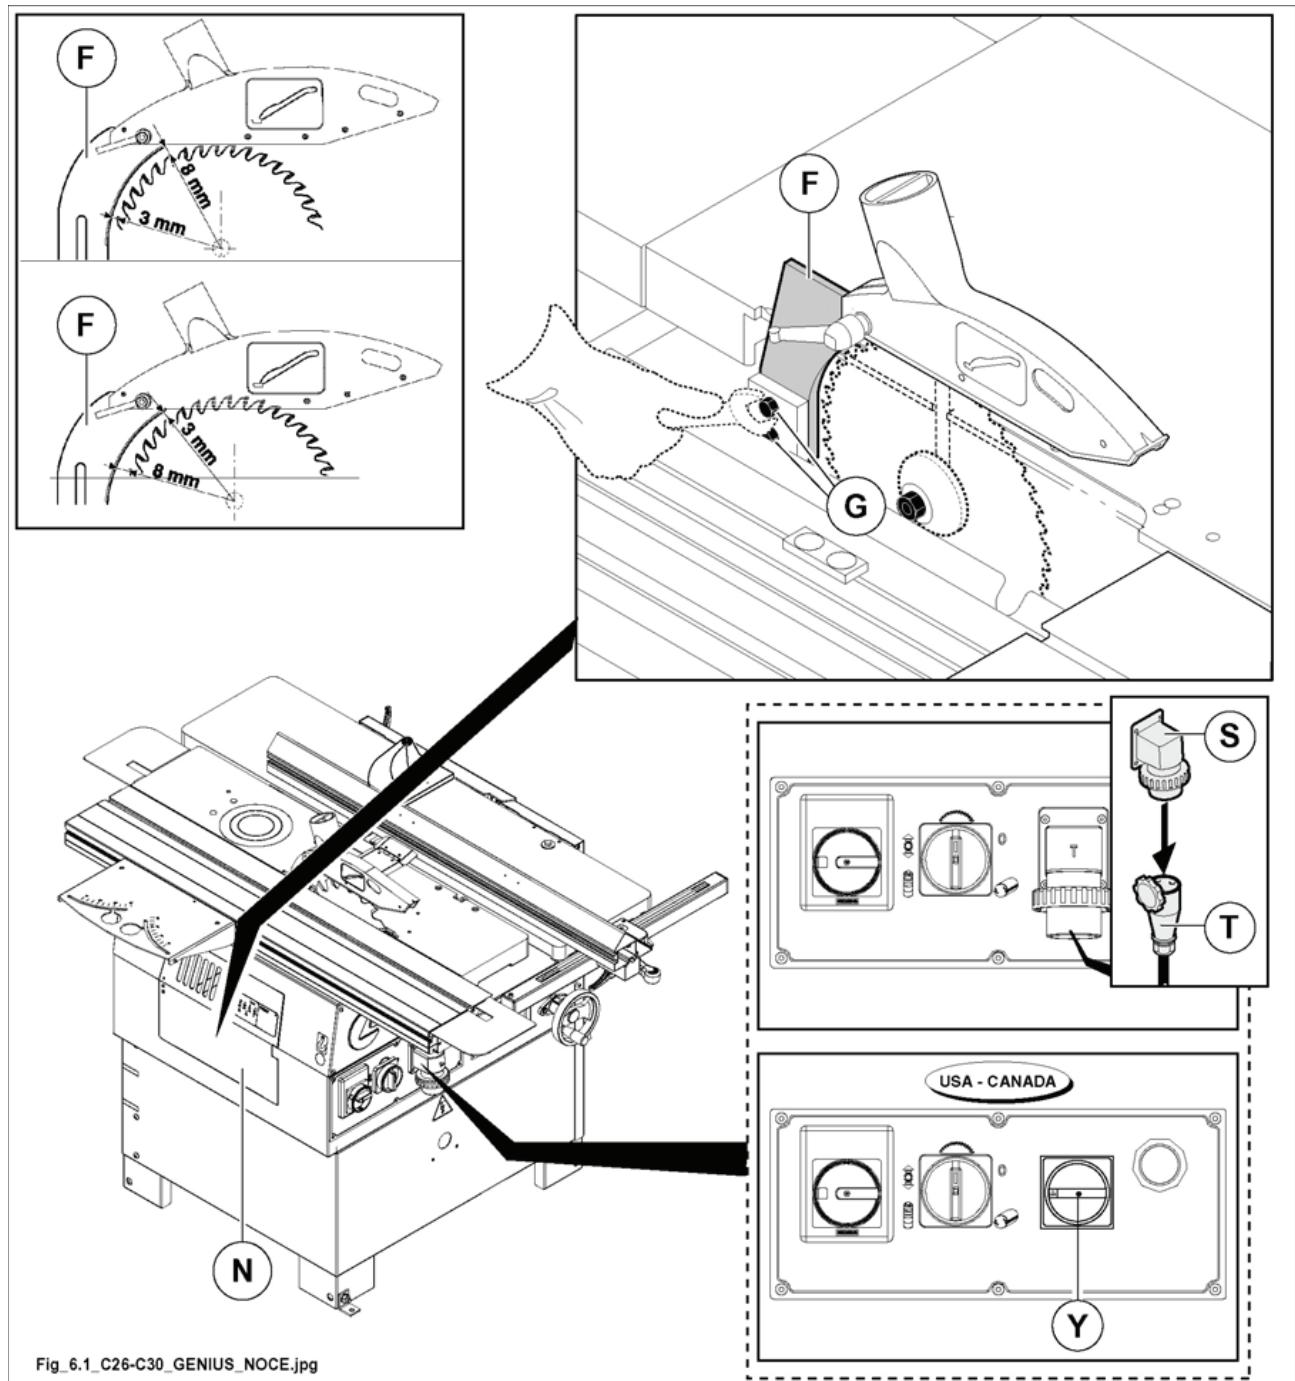

Рис. 6.1
*Вариант исполнения для США и Канады: Перед началом действий по уборке, техническому обслуживанию, наладке станка или замене его элементов надлежит перевести в нулевое положение выключатель общего питания Y (рис. 6.1), заблокировать его навесным замком и вывесить соответствующий предупреждающий плакат.*
- 2) Открыть дверцу N (рис. 6.1).
- 3) Отрегулировать высоту положения расклинивающего ножа F (рис. 6.1), ослабив гайки G (рис. 6.1).